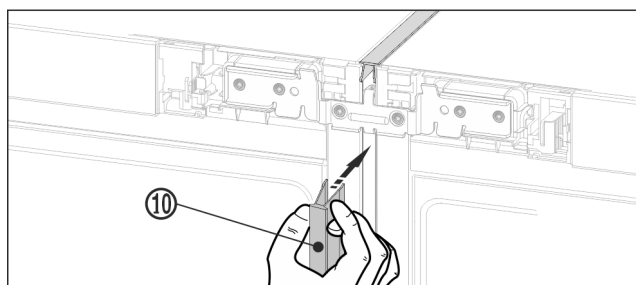

Fig. 21
- ▶ На передней стороне вдавите длинную декоративную планку Fig. 21 (10) в вертикальную щель. Обратите внимание, что планка опирается на соединительный лист.